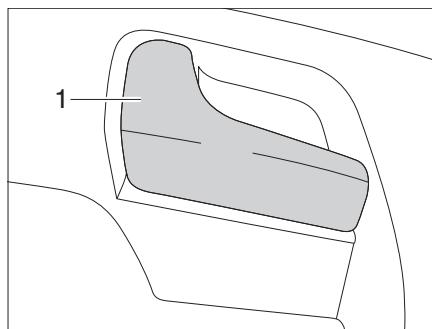

Fig. 36 Serrure de la porte chauffeur, à l'intérieur
- Tirer sur la poignée (Fig. 36,1). La serrure de la porte est déverrouillée.